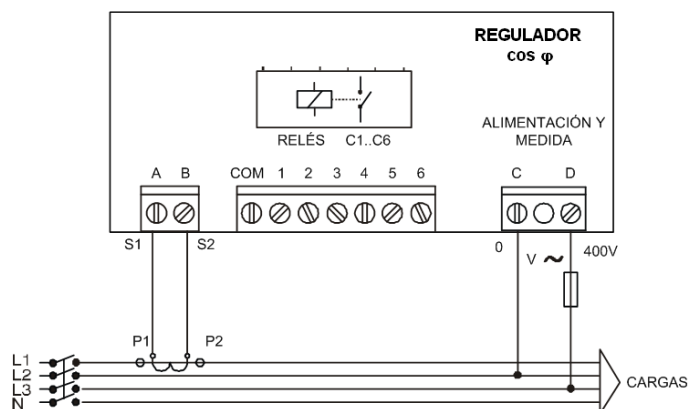

Fig. 6-2 .- Conexión tipo de un regulador con un solo TC
- Comprobar la indicación de $\cos\phi$ del regulador. Si la indicación está fuera del rango 0,5 a 1, existe la sospecha de que el transformador de corriente y / o la alimentación del regulador estén mal conectados. La mayoría de reguladores usan un solo transformador de corriente. En ese caso conectar según la fig. 6-2 (colocar el transformador de corriente en la fase L1 y la alimentación de tensión tomarla de las fases L2 y L3)